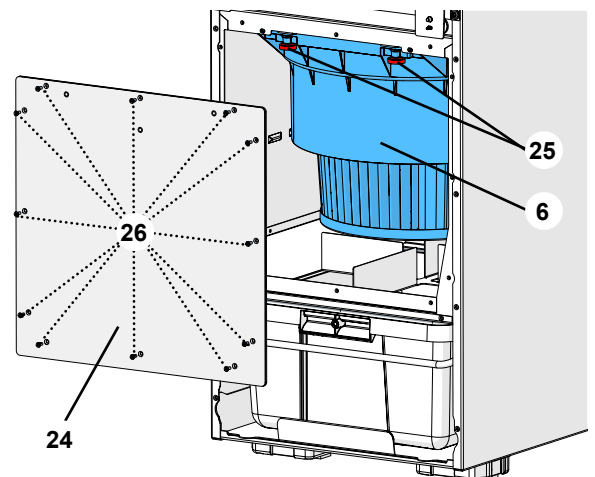

Abb. 25
- ⇒ Feinfiltereinheit mit der Hinterkante auf Führungsschienen (27) aufsetzen, ganz einschieben und hochklappen.
- ⇒ Befestigungsschrauben (25, Abb. 25) einsetzen und anziehen.
Wenn sich das Abdeckblech nicht aufsetzen lässt, ist die Feinfiltereinheit noch nicht vollständig in das Gehäuse eingeschoben, oder die Feinfiltereinheit hängt zu tief, da die Befestigungsschrauben (25, Abb. 25) nicht ausreichend angezogen sind.